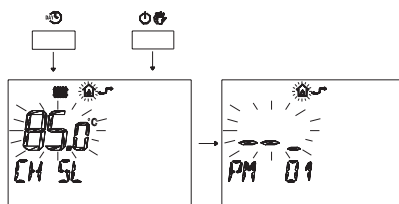

Fig. 5.29 Mando remoto
- 2 Apriete contemporáneamente los botones **DAY** y **☀️🌙** para entrar a la programación transparente (Fig. 5.29)